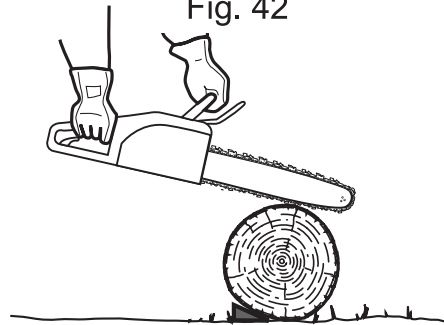

Fig. 43
- > Si el diámetro de la madera es lo suficientemente grande como para que pueda insertar una cuña de tronzado suave sin tocar la cadena, debe utilizar la cuña para mantener el corte abierto y así evitar pellizcos (Fig. 43).